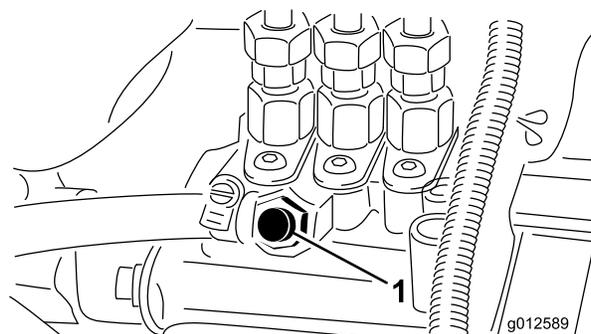

図 31
- 燃料噴射ポンプについているエア抜きネジ 図 31 をゆるめる。